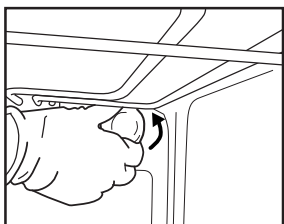

Fig. 6
2. Desatornillar la tapa de la bombilla (Fig. 6), cambiar la bombilla (ver la nota sobre el tipo de bombilla) y volver a colocar la tapa atornillándola.